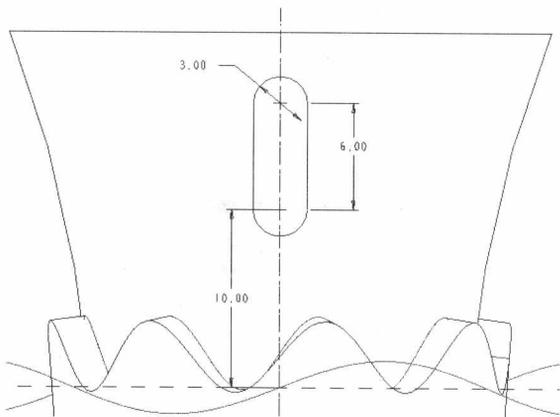

图1-16
- (1) 单击  按钮启动草绘曲线工具。
- (2) 选取 TOP 面为草绘平面，然后单击鼠标中键。
- (3) 绘制如图 1-16 所示草绘截面，随后退出草绘环境。